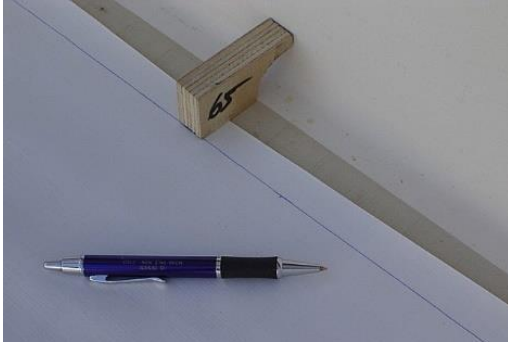

FIGURE 3
6. Avec une cale de taille définie, marquer les bords. Écrire sur le gabarit la taille exacte de la cale qui a été utilisée. Il est recommandé d'utiliser une cale de même taille que la bordure, par exemple 45mm, 60mm ou 75mm (Fig. 3 & 4).